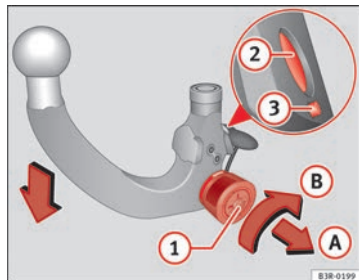

Fig. 166 Dispositivo desmontable para remolque: Pretensar la rótula
- Introduzca la llave (1) ⇒ fig. 166 en la cerradura de la rueda moleteada y gírela en dirección a la marca roja.
- Tire de la rueda moleteada en la dirección que indica la flecha (A) y gírela a continuación sin dejar de tirar de ella en la dirección de la flecha (B) hasta que el perno de bloqueo (2) encastre y pueda verse que la palanca de desenclavamiento (3) sale ⇒ Δ.